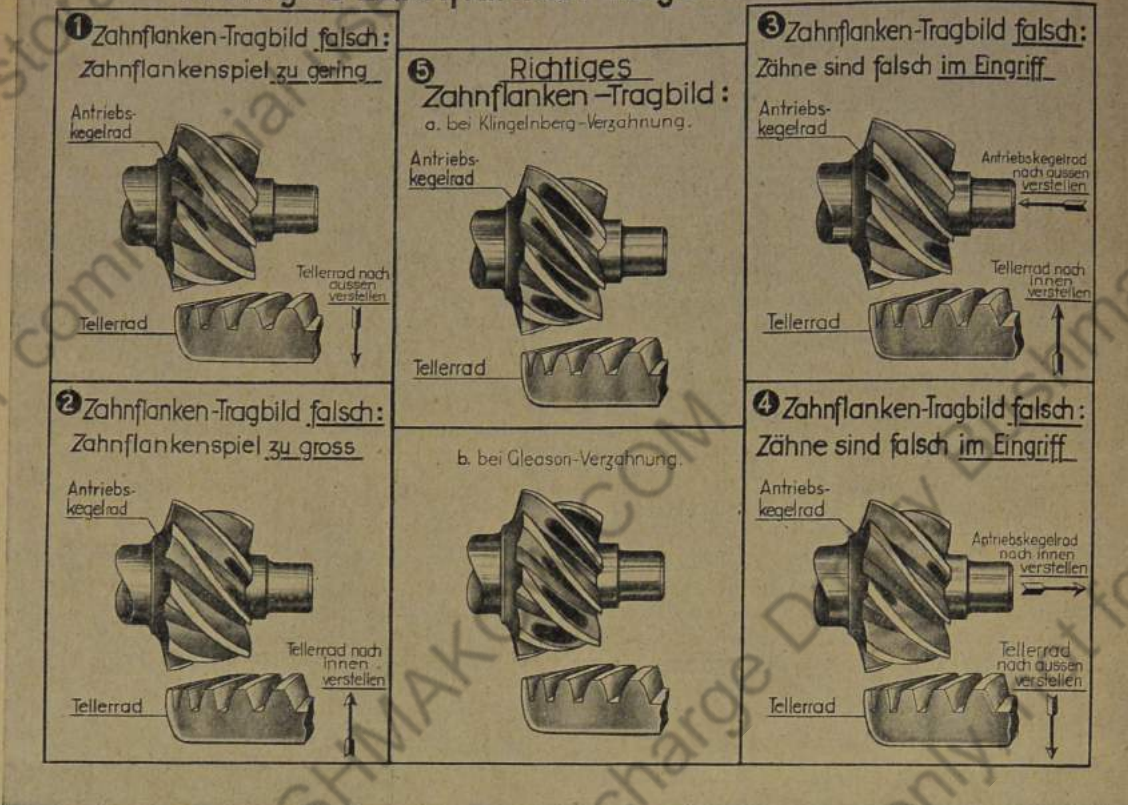

Bild 657: Richtiges Zahnflanken-Tragbild ermitteln
**Beachte:** Hierbei muß sich auf den mit Farbe bestrichenen Zahnflanken ein gutes Tragbild zeigen. (Bild 657).